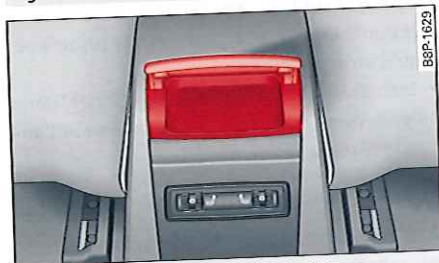

Fig. 64 Console centrale : cendrier arrière
- Pour extraire le boîtier, saisissez-le par le cache ouvert ⇒ fig. 64 et tirez-le vers le haut.